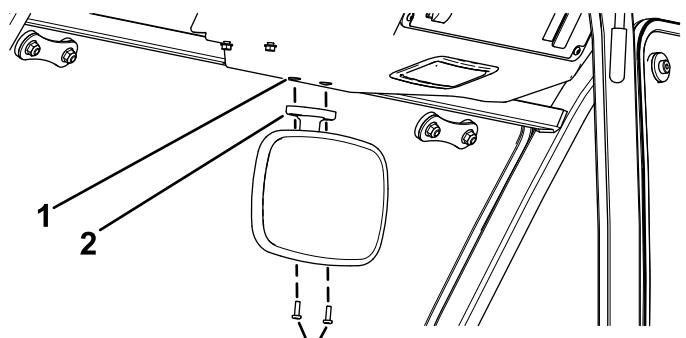

図 3
を合わせる図 3または図 4。
3. 図 3または図 4に示すように、キャブのフレー